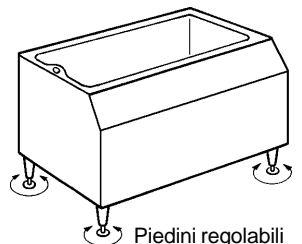

Fig. 4
2) Collocare permanentemente la vaschetta di deposito nella posizione prescelta e livellarla agendo sui quattro piedini regolabili. V. Fig. 4.